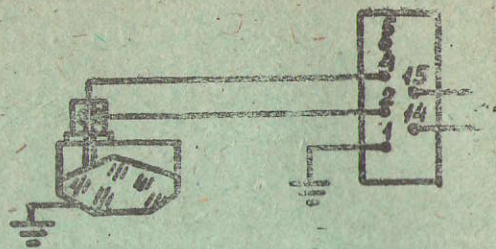

Рис. 4. Схема соединения БКС-3.1, БКС-3.1U
4.4. Датчик для контроля одного уровня подключается по схеме на рис. 4. Наличие охранного кольца в датчике дает возможность отстроиться от ложных срабатываний, обусловленных токами утечки по поверхности изоляции в датчике.